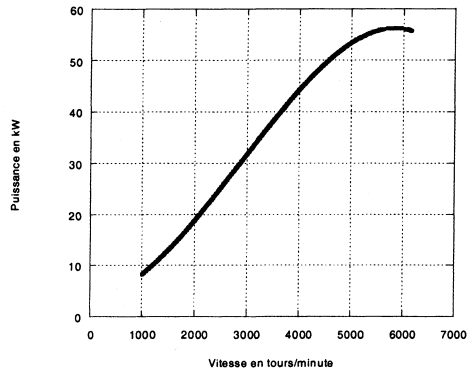

Figure 1
- Figure 1 : courbe $P(\Omega)$ de la puissance mécanique (en kW) en fonction de la vitesse de rotation de l'arbre moteur (en tours/minute)